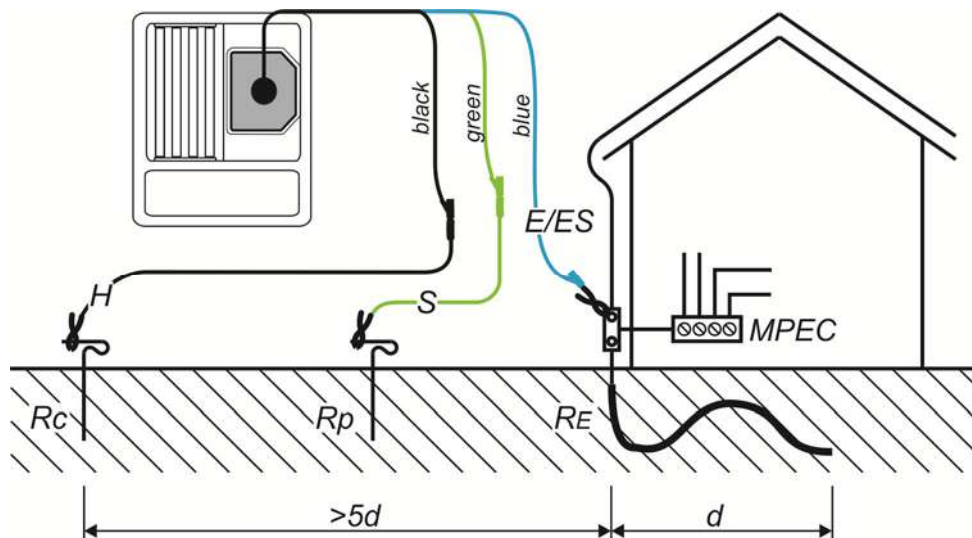

Рисунок 5.25: Сопротивление заземления, измерение сопротивления главной шины заземления здания
- Подключите** тестируемое устройство (см. *Рисунок 5.25: Сопротивление заземления, измерение сопротивления главной шины заземления здания* и *Рисунок 5.26: Сопротивление заземления, измерение сопротивления системы молниезащиты*).